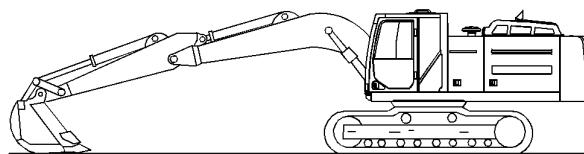

Рисунок 1
2. Полностью втяните шток гидроцилиндра рукояти. Отрегулируйте положение рычажного механизма таким образом, чтобы навесное оборудование находилось параллельно земле. Опускайте стрелу до тех пор, пока навесное оборудование не окажется на земле. См. рис. 1.